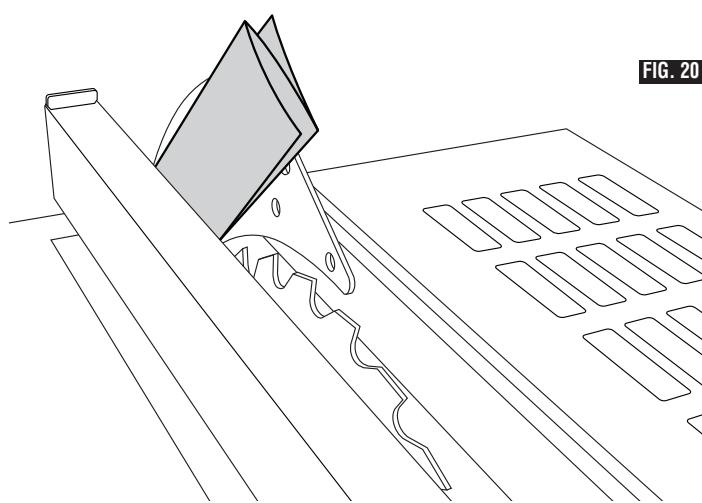

FIG. 20
4. Using the rip fence as a guide, check the riving knife alignment with the plane of the saw blade. Since the riving knife is thinner by approximately three thicknesses of paper on each side than the width of the blade's KERF (Fig 13) you must make a temporary paper "spacing gauge". Make two folds in a small piece (6" X 6") of ordinary newspaper making three thicknesses. Place the paper spacing gauge between the riving knife and the rip fence (Fig 20).
- En vous servant du guide de refente, vérifiez l'alignement du couteau diviseur sur le plan de la lame de scie. Étant donné que le couteau diviseur est plus fin d'approximativement trois épaisseurs de feuille de papier de chaque côté que la largeur du trait de scie (VOIE) produit par la lame (Fig. 13), vous devrez créer un « indicateur d'espacement » temporaire en papier. Faites deux plis dans un petit morceau (6 po x 6 po / 15 cm x 15 cm) de papier journal ordinaire correspondant à trois épaisseurs. Placez l'indicateur d'espacement en papier entre le couteau diviseur et le guide de refente (Fig. 20).
- Utilizando el tope-guía para cortar al hilo como guía, compruebe la alineación de la cuchilla separadora con el plano de la hoja de sierra. Como la cuchilla separadora es más delgada aproximadamente tres espesores de papel a cada lado que la anchura de la SECCIÓN DE CORTE de la hoja (Fig. 13), usted debe hacer un "calibre de separación" de papel temporal. Haga dos dobleces en un pedazo pequeño (6 x 6 pulgadas) de papel de periódico corriente, haciendo tres espesores. Coloque el calibre de separación de papel entre la cuchilla separadora y el tope-guía para cortar al hilo (Fig. 20).